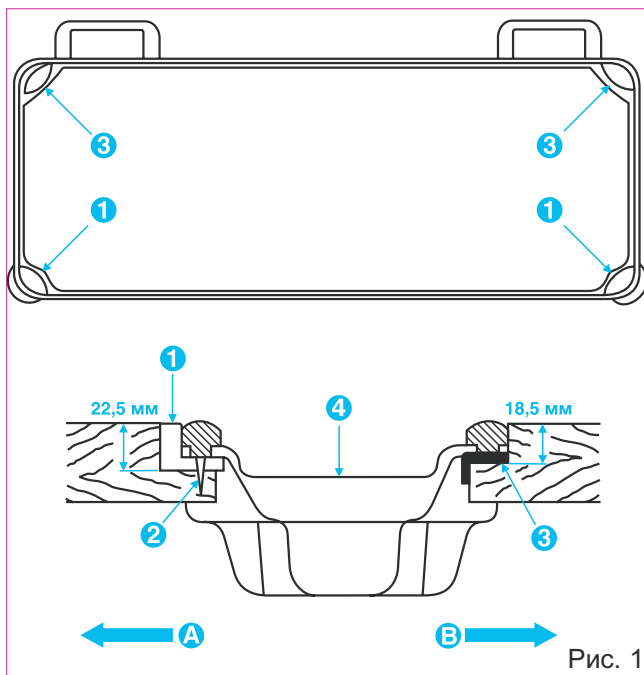

Рис. 1
2. Закрепите два амортизатора (1) рис.1, со стороны (А) (стороны рабочего) при помощи гвоздей (2). Закрепите два амортизатора (3) со стороны (В) при помощи резинового клея. Установите поддон (4) на закрепленные амортизаторы.